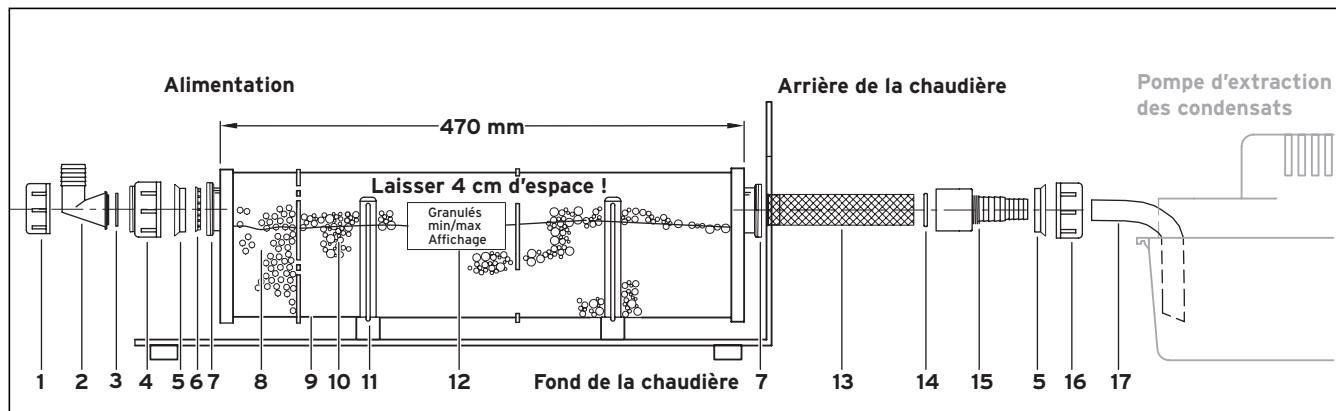

Fig. 3.1 Construction du dispositif de neutralisation du mazout
- Remplissez le premier filtre à charbon actif contenu dans l'emballage joint(8), Fig. 3.1).
- Montez le système de neutralisation du mazout conformément à la Fig. 3.1.